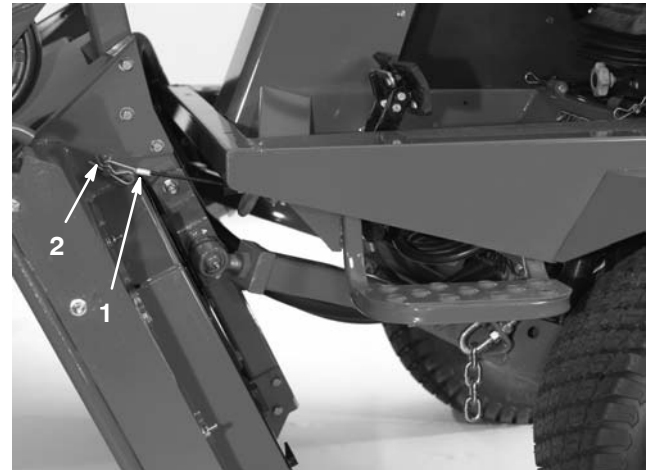

Bild 81
6. Halten Sie das Mähwerk dann in der aufrechten Stellung, bringen das Kabelende über dem Stift am Mähwerkhubarm an und befestigen es mit einem Splint (Bild 81).